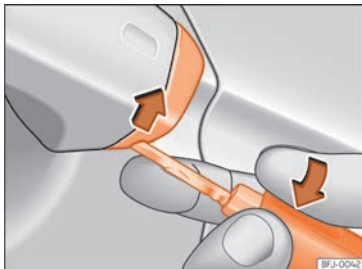

Abb. 87 Fahrertürgriff: Abdeckkappe abhebeln.
- Den Schlüsselbart am Fahrertürgriff in die untere Öffnung der Abdeckkappe stecken »» Abb. 87 und die Abdeckkappe von unten nach oben anheben.